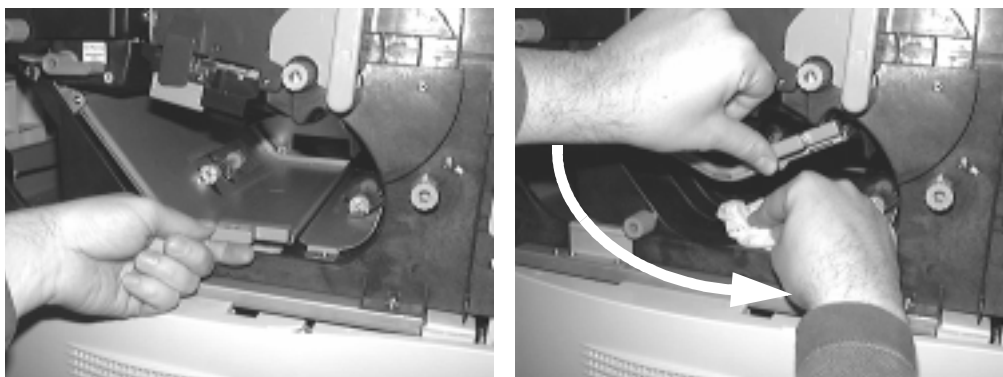

Figura 5-5 Pulizia dell'area fronte-retro
1. Sollevare la leva e usare i panni di pulizia in dotazione per togliere il toner e la polvere dall'area dell'unità fronte-retro, pulendo da sinistra verso destra. Pulire tutta l'area accessibile in modo da pulire in modo uniforme. Vedere la Figura 5-5.